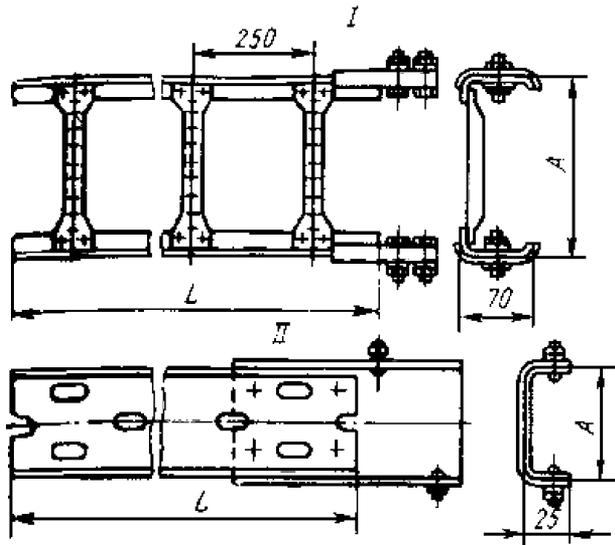

Рис.4
Лотки бывают двух исполнений перфорированные (I) и сварные (II) (рис.4). Перфорированные лотки из листовой перфорированной стали имеют следующие типоразмеры: $A=50$ мм и $L=2000$ мм (НЛ15-П2У3), $L=50$ мм и $L=3000$ мм (НЛ15-П3У3); $A=100$ мм и $L=3000$ мм (НЛ10-П2У3). Сварные лотки, выполняемые из двух профилей, к которым внутри через каждые 250 мм приваривают поперечные перфорированные планки с ребром жесткости, имеют следующие размеры: $A=200$ мм и $L=2000$ мм (НЛ20-П2У3); $A=200$ мм и $L=3000$ мм (НЛ20-П3У3); $A=400$ мм и $L=2000$ мм (НЛ40-П2У3), $A=400$ мм и $L=3000$ мм (НЛ40-П3У3).